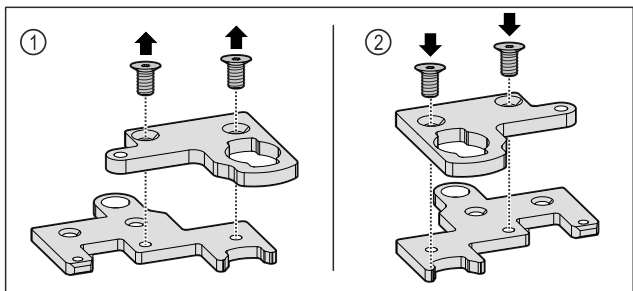

Fig. 35
- Zbërtheni profilin e menteshës me dy pjesë. Fig. 35 (1)
- Rrotulloni me 180° profilin e menteshës me dy pjesë dhe mbërthejeni përsëri. Fig. 35 (2)